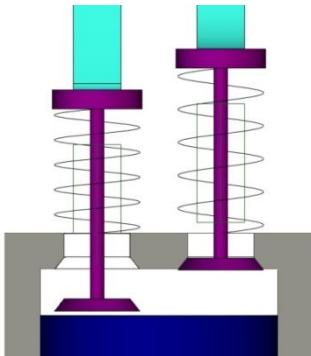

Рис. 3.8 – Задание пружин клапанов
3.5.2 В выпадающем списке инструмента «Сила» на панели «Условия» вкладки «Анализ» выберите «Пружина» . В качестве точки 1 задайте центр окружности нижней поверхности толкателя впускного клапана, а в качестве второй точки задайте центр верхней окружности отверстия под впускной клапан на гильзе. Ориентируйтесь на рис. 3.8. В поле «Начальная длина» введите длину нерастянутой пружины (пружины выпускного клапана). Она равна расстоянию ( $B + H - \delta$ ) от толкателя до гильзы для закрытого клапана. В разделе «Тип зависимости» выберите «Линейная пружина». В поле «Жёсткость» введите 25 Н/мм, в поле «Демпфирование» введите 0,05 Н/мм·с. Размерность коэффициентов определяется текущей системой единиц. В разделе «Визуализация»